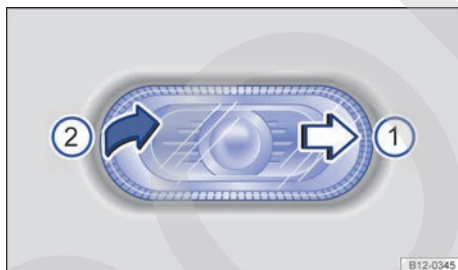
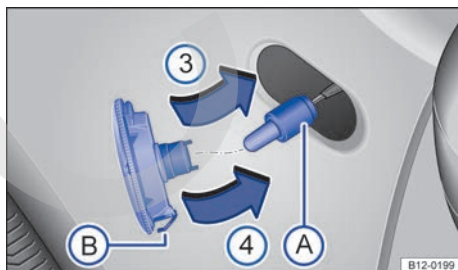

Fig. 157 Lado izquierdo del vehículo: desmontar el intermitente lateral.
Fig. 158 Intermitente lateral: sustituir la lámpara.
- ① Tenga en cuenta la lista de comprobación y lleve a cabo las operaciones descritas en ella → pág. 174.
- ② Con una mano desplace el intermitente lateral hacia atrás en contra de la fuerza del muelle → fig. 157 ①.
- ③ Desmonte el intermitente lateral de la carrocería haciendo palanca con la mano ②.
- ④ Extraiga el portalámparas junto con la lámpara en línea recta → fig. 158 A.
- ⑤ Extraiga la lámpara del portalámparas en línea recta.
- ⑥ Sustituya la lámpara averiada por otra nueva del mismo tipo.
- ⑦ Coloque de nuevo el portalámparas.
- ⑧ Coloque en la carrocería el lado del intermitente más cercano al frontal del vehículo → fig. 158 ③ y presiónelo en la carrocería → fig. 158 ④ hasta que el muelle → fig. 158 B encastre de forma audible. <